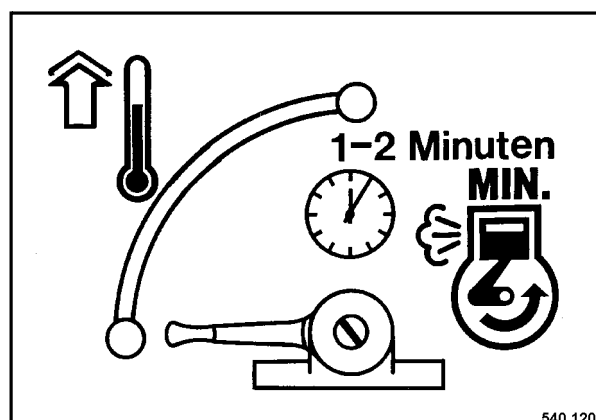

Fig. 8
- Colocar la palanca reguladora del número de revoluciones (Fig. 8) en posición "MIN" y dejar el motor funcionar durante 1 a 2 minutos para calentarse.